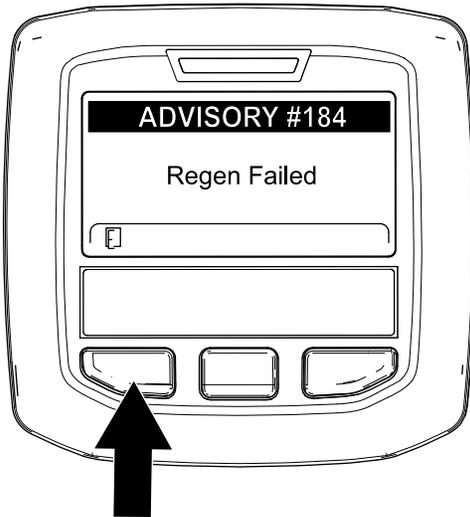

Figure 58
**Remarque:** Si la régénération échoue, l'InfoCenter affiche l'avis n° 184 (Figure 58). Appuyez sur le bouton gauche pour revenir à l'écran d'accueil.